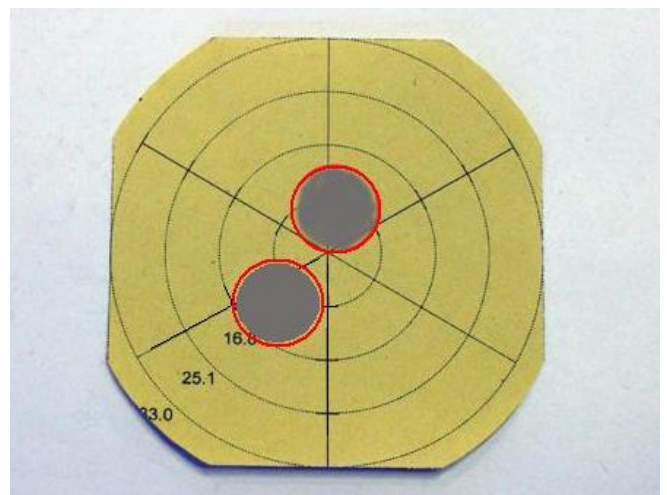

Figura 3
- Si vedono almeno 3 spruzzature (figura 3)